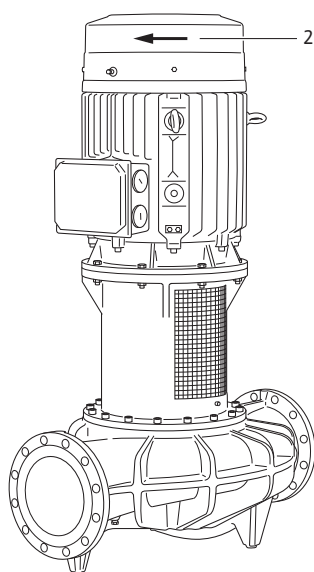

Fig. 47: Skontrolovať smer otáčania
- Zariadenie na chvíľu zapnite a skontrolujte, či smer otáčania korešponduje so smerom šípky na kryte ventilátora (pozri Fig. 47, Poz. 2). V prípade nesprávneho smeru otáčania postupujte takto: